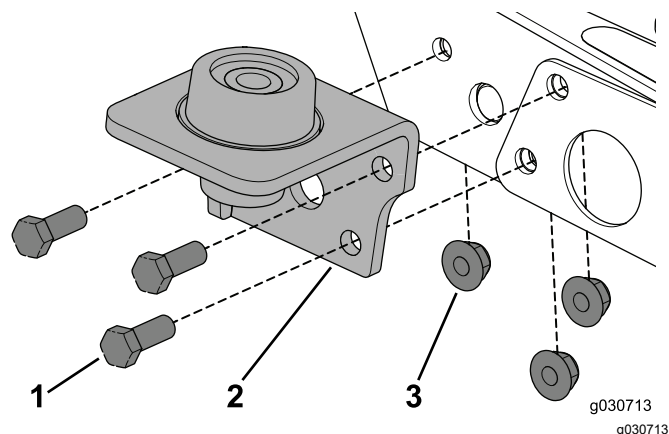

Figura 18
1. Retire las fijaciones existentes y utilice los 3 pernos ($\frac{3}{8}$ " x 1") y tuercas con arandela prensada para sujetar el soporte a la máquina (**Figura 18**).